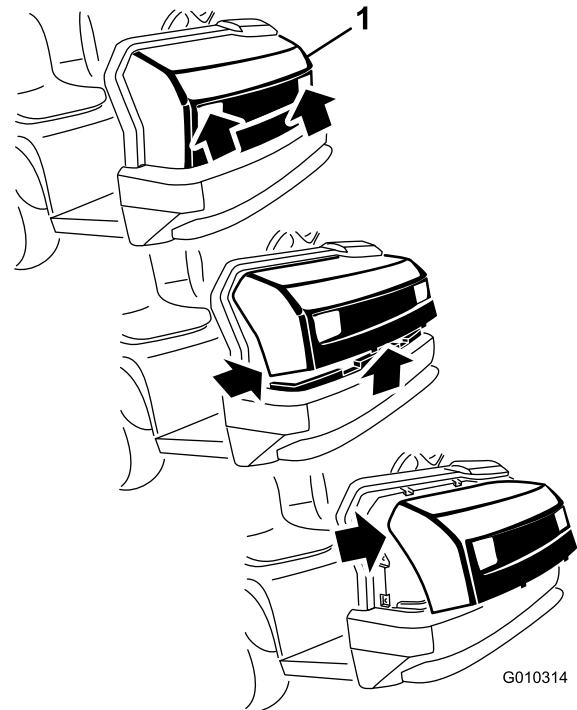

図 28
1. ヘッドライトの開口部でフードをつかみ、フードを持ち上げて、下側の取り付けタブをフレームの穴から外す 図 28。
2. フードの下側を手前に持ち上げて、上部の取り付けタブをフレームのスロットから引き抜けるようにする 図 28。